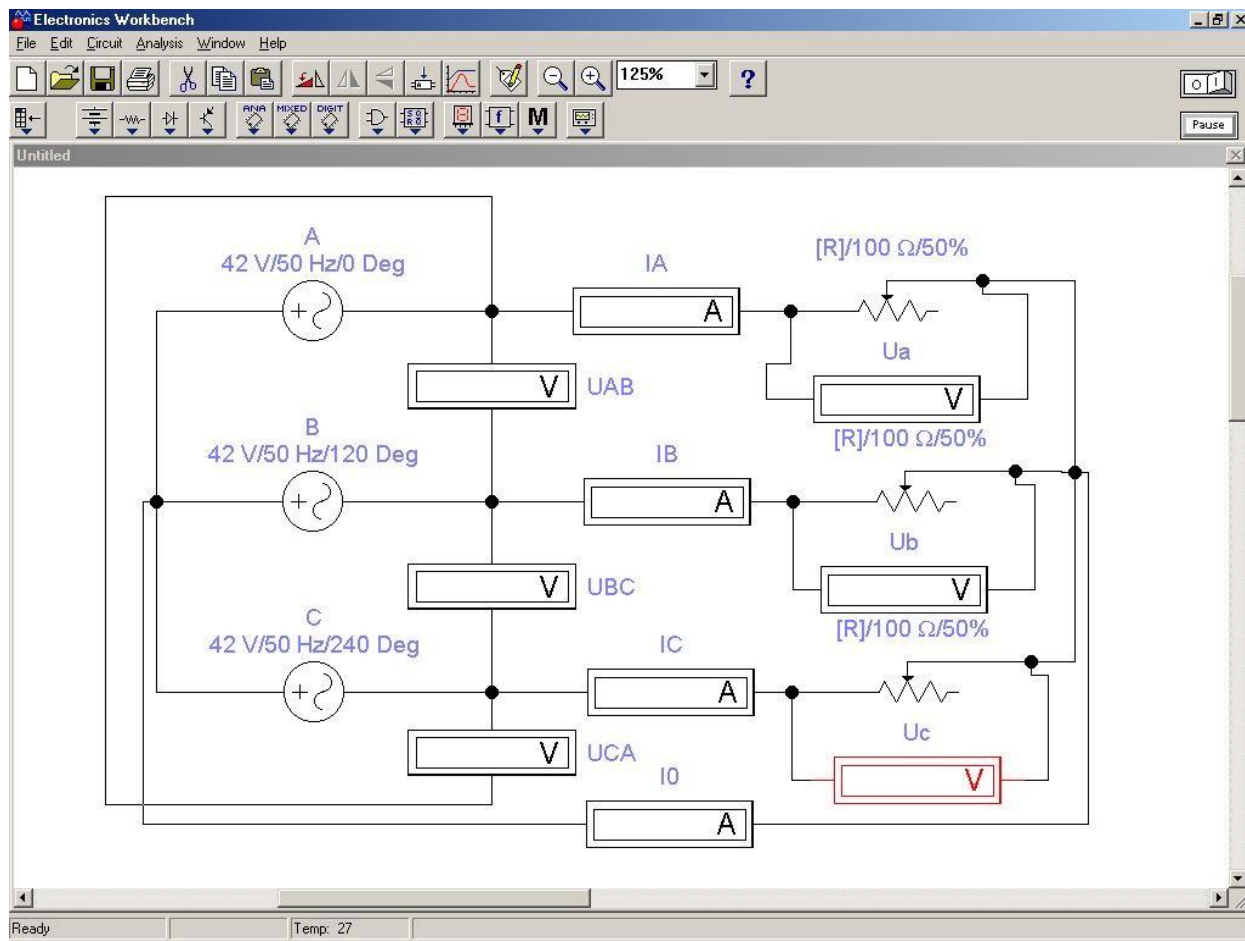
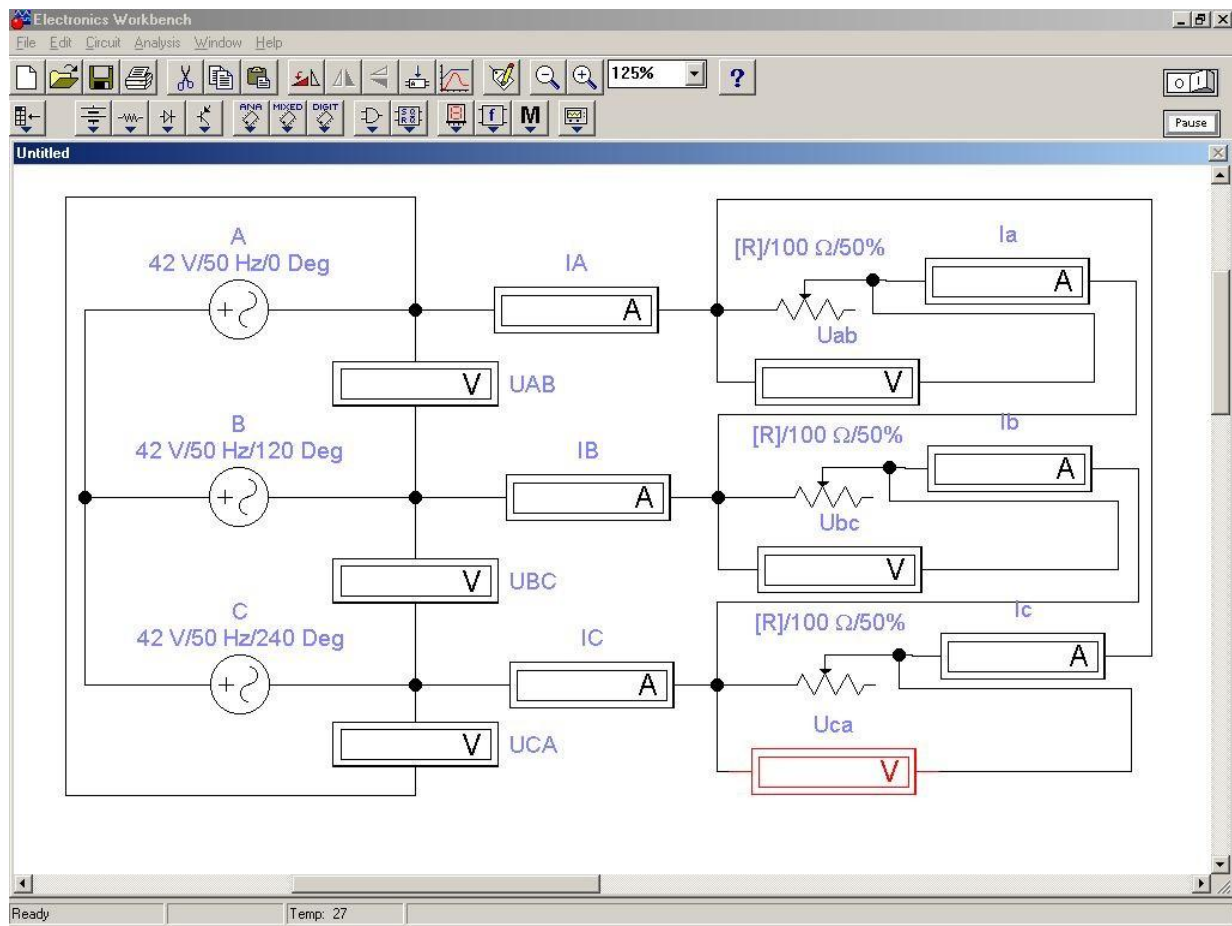

Рис. 3. Зразок з'єднання споживачів зіркою.
Рис. 4. Зразок з'єднання споживачів трикутником
У цій програмі відсутні трифазні генератори. Тому, при виконанні схем, в якості джерела трифазного струму використати три однофазних генератора змінного струму, з'єднавши їх зіркою з нульовим проводом. Встановити на них зсув фаз у 120^0 (зразок виконаних схем подано на рис.3 та рис.4)
5. Порівняти графіки одночасного двопівперіодного випрямлення напруги (струму) за схемами середньої точки трансформатора та діодного моста, що представлені на рис. 4.
Рис. 4. Схема віртуального електричного кола для дослідження двопівперіодного випрямлення струму за схемою середньої точки вторинної обмотки трансформатора та діодного моста – а), осцилограми напруг (струмів) – б), графіки випрямлених напруг (струмів) – в).